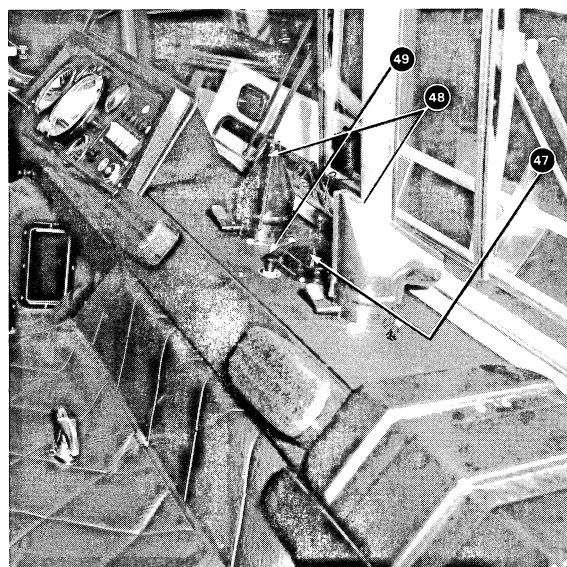

Fig. 47.
7. Breng de defrosters (48), de afdekplaat (47) en de bedieningsknop voor de kachelkraan (49) op het midden van het dashboard aan (fig. 47).
6. Installer les autres panneaux du tableau de bord (fig. 47).
7. Installer le dégivreur (48), la plaque de fermeture (47) et le bouton de commande de la chaufferette (49) au centre du tableau de bord (fig. 47).